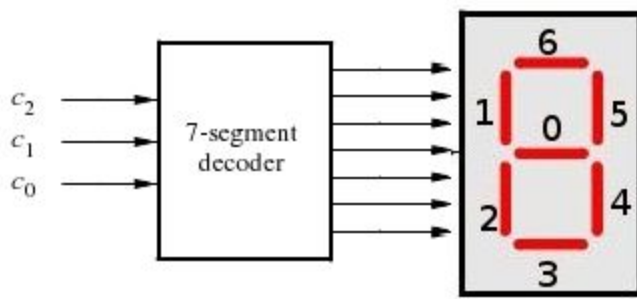

figura 6
A figura 6 apresenta um módulo decodificador de 7 segmentos com uma entrada de 3 bits, $c_2c_1c_0$. Este decodificador produz 7 saídas que são usadas para apresentar um caracter no display de 7 segmentos. A tabela 1 lista os caracteres que devem ser apresentados para cada valor de $c_2c_1c_0$. Para manter o projeto simples, somente 4 caracteres serão incluídos na tabela (há também o caracter "blank", ou seja, a possibilidade de nenhum caracter ser apresentado. Os códigos 100 até 111 selecionam esta possibilidade).
2. Crie um módulo Verilog para o decodificador de 7 segmentos. Conecte as entradas $c_2 c_1 c_0$ às chaves SW_{2-0} e conecte as saídas do decodificador no display HEX0 da placa DE2. Os segmentos deste display são chamados $HEX0_0, HEX0_1, \dots, HEX0_6$, correspondentes à figura 6. Deverá ser declarada a seguinte porta de 7 bits